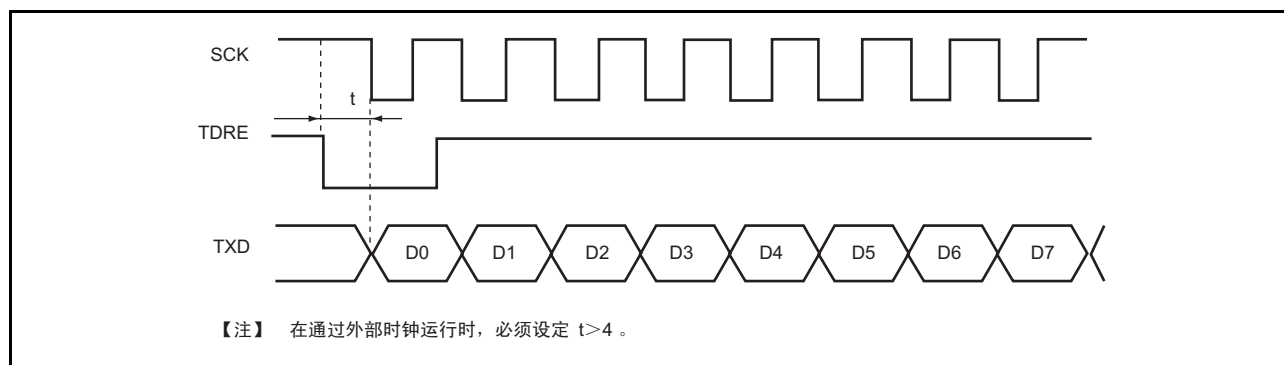

图 14.25 通过 DTC 进行同步时钟传送的例子
1. 当将外部时钟源用于同步时钟时，必须在通过 DTC 更新 SCTDR 后至少经过 5 个外围运行时钟周期，然后输入外部时钟。如果在更新 SCTDR 后的 4 个周期以内输入发送时钟，就可能发生误动作 (参照图 14.25)。